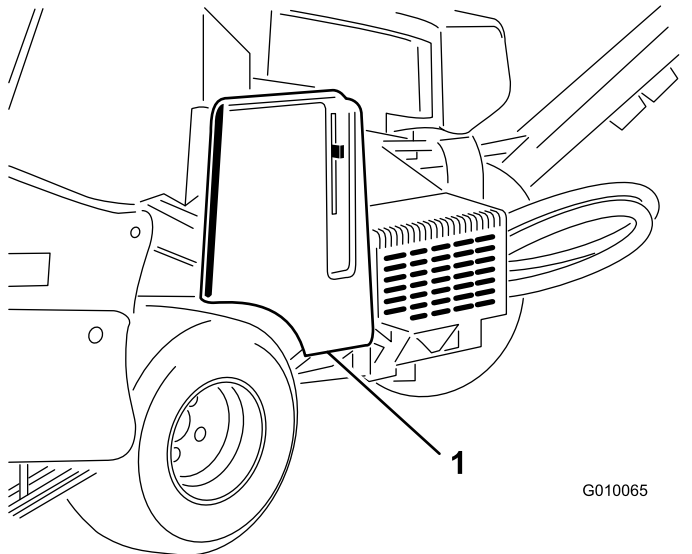

Figura 56
2. Abra la cubierta de la correa y retírela (Figura 56).